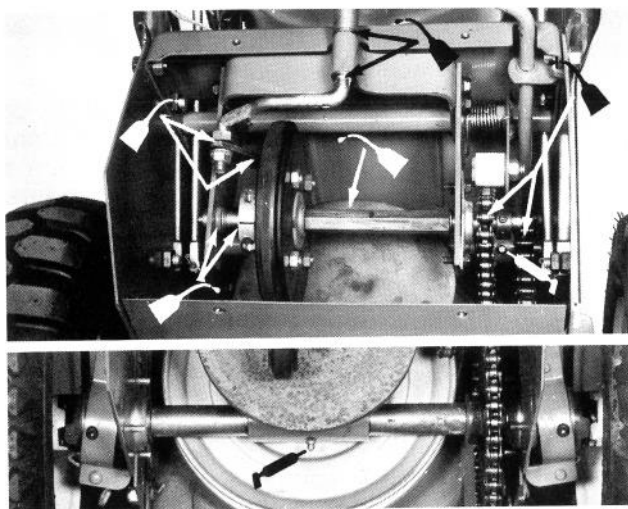

Fig. 29
3. Fjern de fire selvskærende skruer som fastholder bagerste dæksel, løft dækslet af. Smør drivkæderne, bøsninger, nylonringen og de andre bevægelige dele sparsomt med olie eller nr. 2 fedt (Fig. 29). Tør overflødig olie eller fedt af. Sæt dækslet på igen med de fire selvskærende skruer.